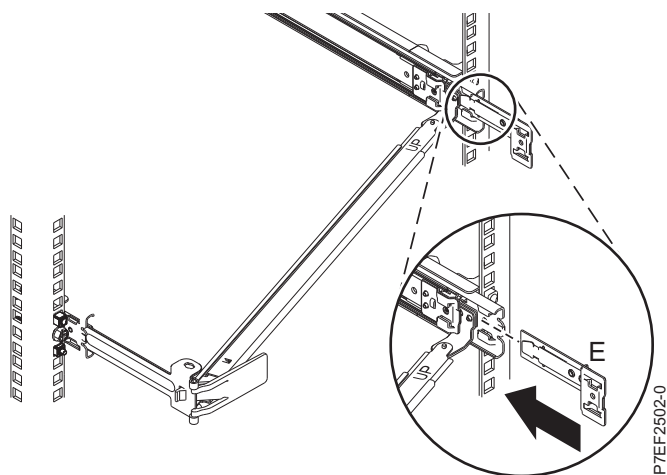

Figura 13. Instalando o suporte de extensão no trilho deslizante
5. Arraste o suporte de extensão (**E**) para o trilho deslizante direito até que o pino com molas se encaixe no lugar. Para obter detalhes, consulte Figura 13.